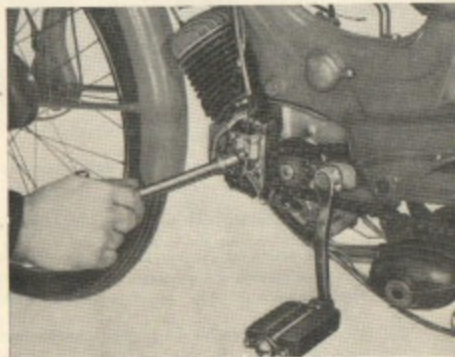

FIG. 13
23) Destornillar y quitar la tuerca de fijación del magneto alternador (llave de tubo de 17 mm) (Fig. 13).